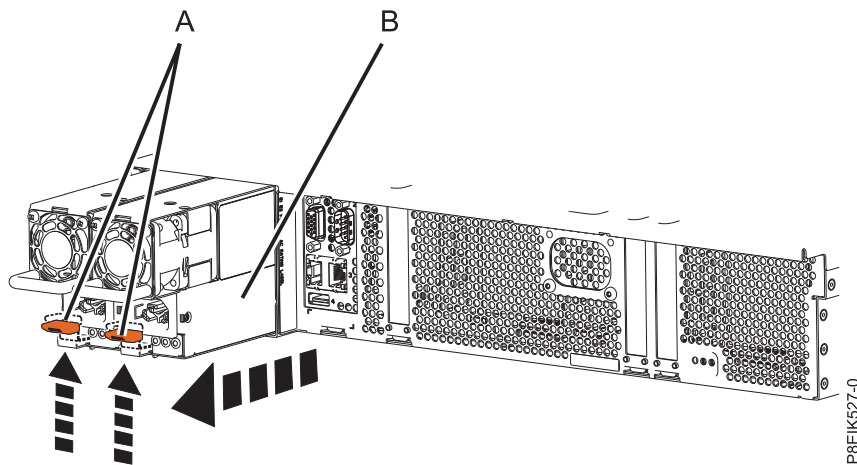

Figure 225. Retrait d'un bloc d'alimentation du système
- a. Pour dégager un bloc d'alimentation de son logement dans le système, tirez le loquet ocre (A) vers le haut. Voir figure 225.
- b. D'une main, saisissez la poignée du bloc d'alimentation (B) et sortez-le partiellement du système.